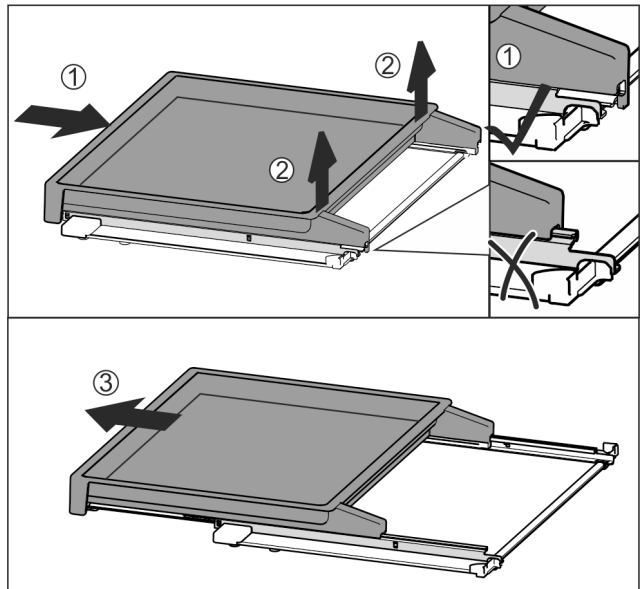

Fig. 96
- ▶ Uitschuifplateau volledig erin schuiven Fig. 96 (1).
- ▶ Vergrendeling aan de achterkant losmaken Fig. 96 (2).
- ▶ Uitschuifplateau vanaf de voorkant eruit halen Fig. 96 (3).